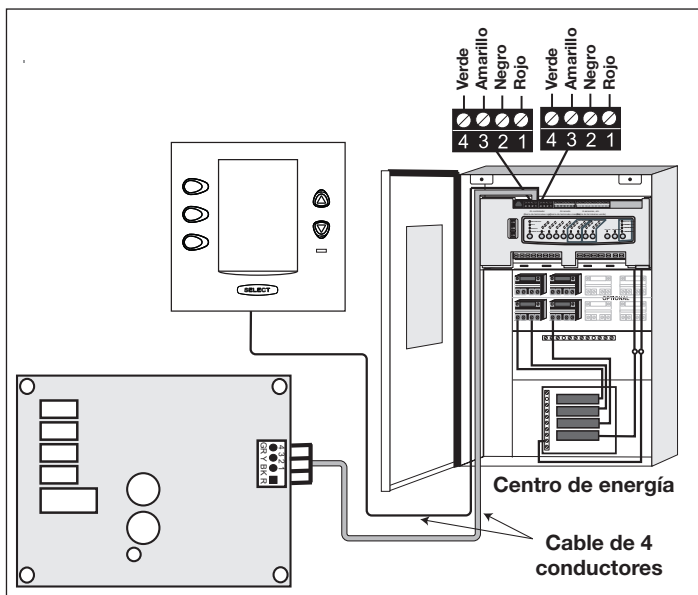

Figura 18. Conexión del calentador Jandy JXi al centro de energía
2. Tienda un cable de 4 conductores desde el conector rojo de 4 pines de la interfaz de energía de la bomba de calentamiento Air Energy o del calentador JXi hasta el conector rojo de 4 pines del centro de energía (consulte la Figura 18).